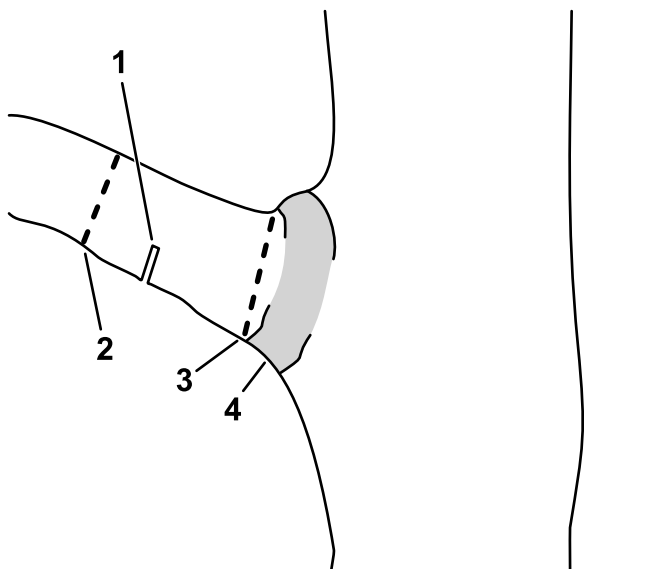

Figura 13
- C. Tăiați ciotul crengii de la ramificație (Figura 13).